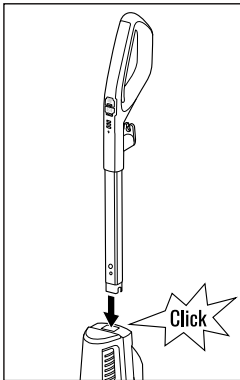

Fig. 1
- ♦ Sæt motordelen **1** ind i åbningen på oversiden af produktet, indtil motordelen **1** går i indgreb i åbningen, så det kan høres (se fig. 1).